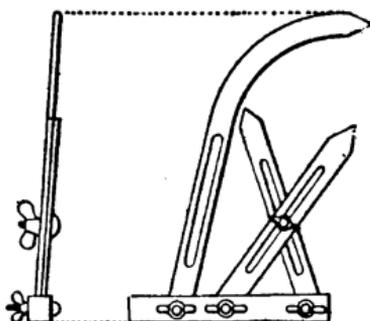

Fig. 199.
**FAUSSE ÉQUERRE A T dite sauterelle (fig. 199).** — Cette équerre sert à vérifier et à reproduire des parties coniques intérieures ou extérieures latérales à une partie dressée. — Elle sert aussi à relever sur le marbre des distances et des hauteurs aux pièces en traçage par rapport à un point donné, elle est indispensable au traceur.